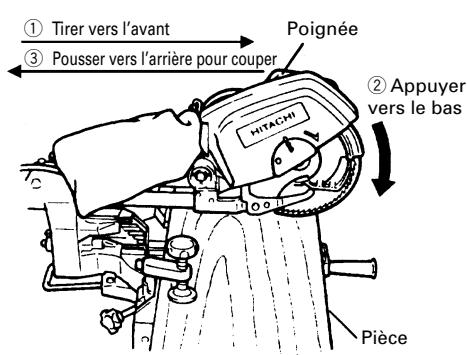

Fig. 22
- (1) Pièces d'une hauteur allant jusqu'à 65 mm (2-9/16") et d'une largeur allant jusqu'à 305 mm (12") : Desserrer le bouton de fixation de glissière et incliner la lame vers l'avant. Puis, appuyer sur la poignée et ramener la lame vers l'arrière pour couper la pièce comme indiqué à la Fig. 22. Cela facilitera la coupe des pièces d'une hauteur allant jusqu'à 65 mm (2-9/16") et d'une largeur allant jusqu'à 305 mm (12").
- (2) Pièces d'une hauteur allant jusqu'à 75 mm (2-15/16") et d'une largeur allant jusqu'à 280 mm (11") : Les pièces d'une hauteur allant jusqu'à 75 mm (2-15/16") et d'une largeur allant jusqu'à 280 mm (11") se coupent de la même façon que décrit au paragraphe 6 - (1) ci-dessus.
AVERTISSEMENT: * Lors d'une coupe avec chariot, procéder comme indiqué à la Fig. 22.